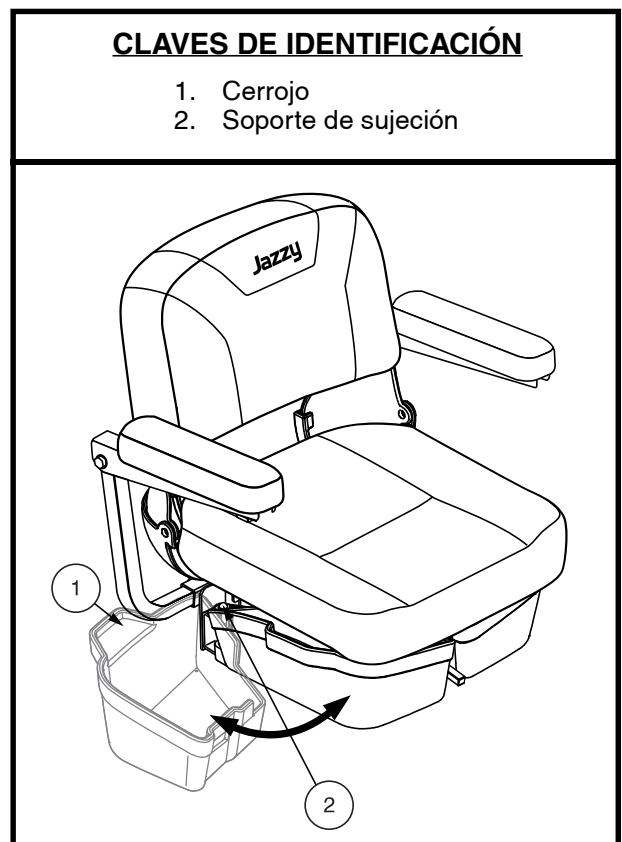

Figure 28. Almacenamiento debajo del asiento
1. Levante levemente el cerrojo en el costado del cubo de almacenamiento debajo del asiento (fig. 28) y gire el cubo de almacenamiento debajo del asiento hacia fuera de la Travel Scooter.
1. Levante levemente el cerrojo al costado del cubo de almacenamiento debajo del asiento (fig. 28) y gire el cubo de almacenamiento debajo del asiento hacia fuera de la Travel Scooter de viaje hasta que esté completamente abierto.
2. Si está equipado, retire el almacenamiento bajo del asiento (fig. 28).
7. Si está equipado, instale el almacenamiento bajo el asiento (**fig. 28**).